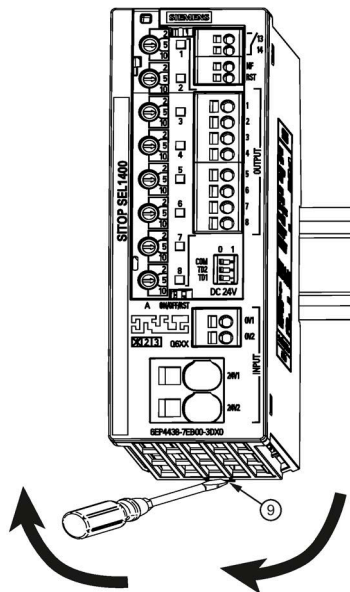

Bild 3-1 Montage-Demontage
Zur Demontage ziehen Sie den Schieber ⑨ mit Hilfe eines Schraubendrehers (siehe Bild 3-1 Montage-Demontage (Seite 29)) auf und hängen das Gerät an der Unterkante der Normprofilschiene aus. Anschließend können Sie das Gerät von der Oberkante der Normprofilschiene abnehmen.